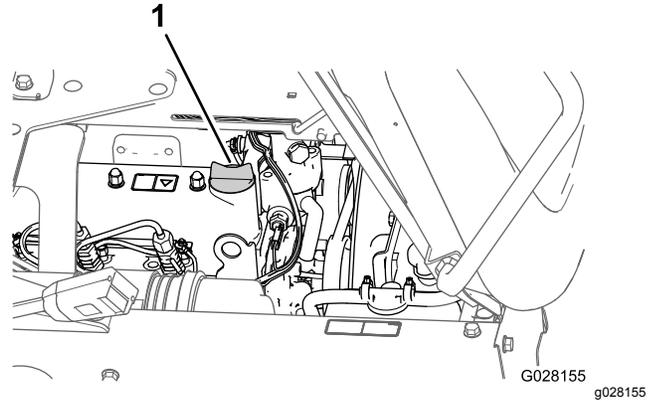

Figura 71
3. Se o nível de óleo estiver baixo, retire o tampão de enchimento da cobertura da válvula e adicione lentamente óleo no tubo de enchimento até que o nível suba até à marca Cheio da vareta (Figura 71).